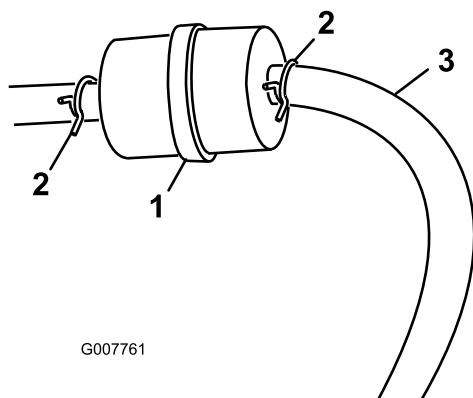

Figura 30
3. Premete le estremità delle fascette stringitubo ed allontanatele dal filtro (Figura 30).
5. Montate un nuovo filtro ed avvicinate le fascette stringitubo al filtro (Figura 30).
3. Allentate la fascetta stringitubo e spostatela in alto sul tubo del carburante, lontano dal filtro del carburante (Figura 30).
4. Scollegate il tubo del carburante dal filtro del carburante (Figura 30).
**Nota:** Lasciate spurgare la benzina in una tanica apposita o in una bacinella (Figura 30).
5. Collegate il tubo del carburante al filtro del carburante. Infilate la fascetta vicino al filtro del carburante, per fissare il tubo del carburante (Figura 30).